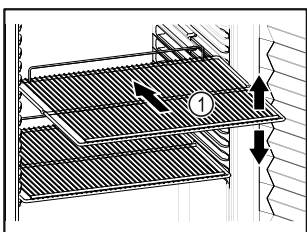

Fig. 50 Приблизне відображення
- ❑ Якщо решітки для зберігання Fig. 50 (1) знімні, відрегулювати по висоті.